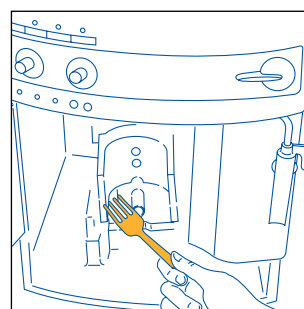

Fig.30
- rengør omhyggeligt maskinens indvendige dele. For at fjerne kaffeerester, der sidder fast i de indre dele, benyt en trægaffel eller en plastikgaffel (fig. 30) og **støvsug derefter alle resterne med en støvsuger** (fig. 31);